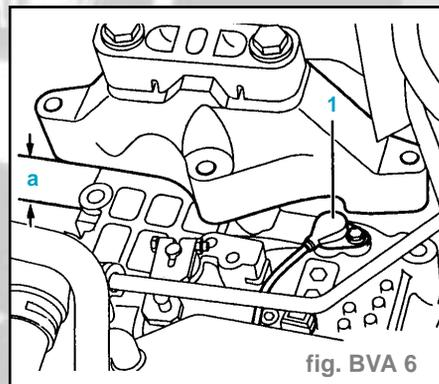

fig. BVA 6
- Abaisser la boîte de vitesses de la cote $a = 60 \text{ mm}$ en agissant sur la broche du dispositif de maintien 10-22 A du côté gauche (fig. BVA 6).